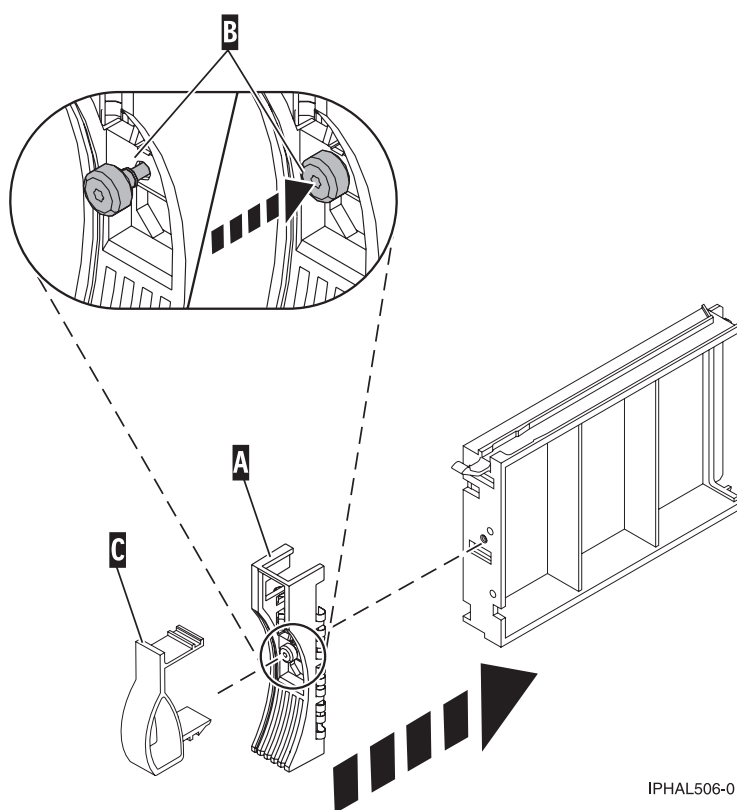

Figura 62. Instalación de una placa frontal en un panel de relleno de unidad de disco
3. Instale el pestillo de la placa frontal (**C**) en la parte frontal de la unidad de disco o del panel de relleno, tal como se muestra en la Figura 62.